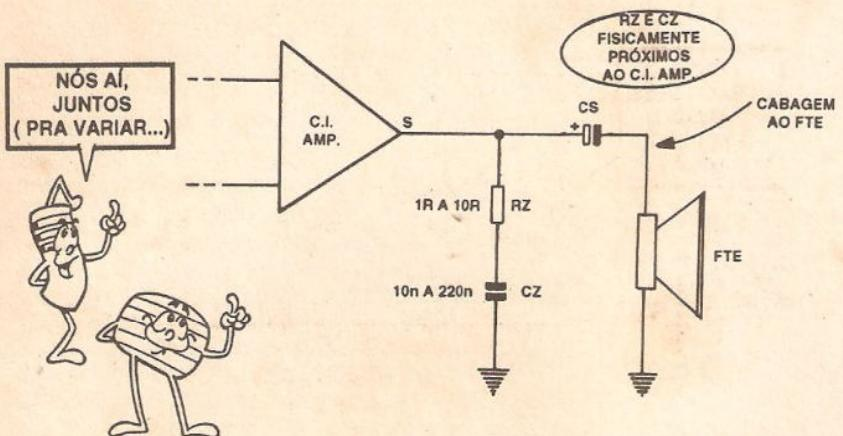

FIG. 15
- FIG. 15 - DESACOPLAMENTO E "FILTRAGEM" DA SAÍDA.... - O elevado ganho intrínseco dos modernos Integrados (e, pelas suas próprias funções e características, notadamente dos IPAs...), facilita muito o surgimento de oscilações em ultra-som (Frequências inaudíveis através dos transdutores normais de Áudio, alto-falantes, fones, etc.), ocasionadas por realimentações não "enxergadas", e que se dão através das capacitâncias distribuídas e percursos resistivos de elevado valor, determinados pela unidade depositada sobre as placas de Impresso, etc. Embora não possamos ouvir diretamente tais eventuais oscilações, elas (estando "lá") estarão "puxando" energia da fonte e, quase sempre, acrescentando dissipações não previstas nos próprios Integrados! Uma forma de evitar tais oscilações e instabilidades, é através da devida "filtragem" ou "desvio" dessas faixas de